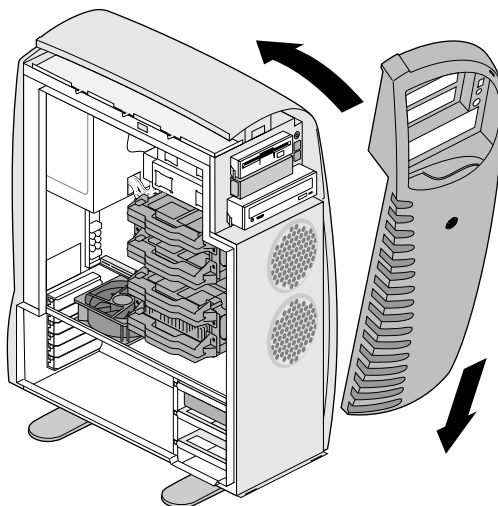

Figure 2-7 Repositionnement du volet avant
1. Positionnez les languettes se trouvant sur le volet avant dans les encoches situées au bas du châssis, comme indiqué à la Figure 2-7.